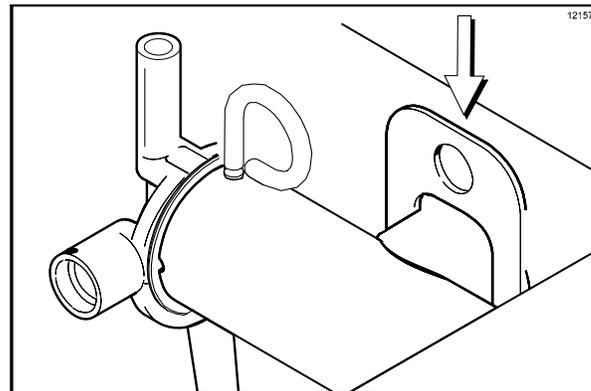

図163
3. ミックスホッパー後部に、ポンプアッセンブリーを取り付けます。ピストンのドライブホール位置をボールクランクに合わせて、ポンプをドライブハブに取り付けます。ポンプクリップをポンプハウジングの溝に入れて、ポンプを固定します。クリップがカラーの溝にはまっていることを確認します(図163を参照)。